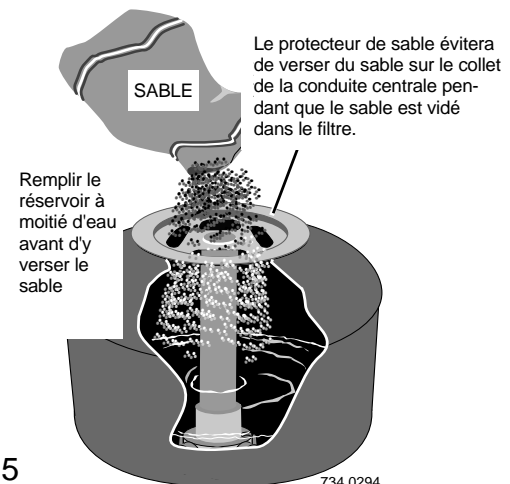

Figure 5
1. Ne pas verser de sable dans la conduite centrale; poser le protecteur de sable en plastique sur la conduite centrale avant de verser le sable dans le filtre (voir la Figure 5).